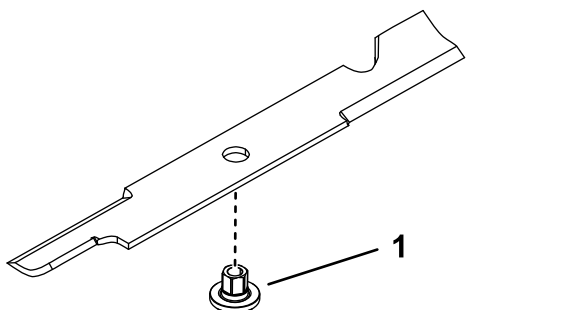

Figura 106
1. Instale el buje a través de la cuchilla con la brida del buje en el lado inferior (lado del césped) de la cuchilla (Figura 106).